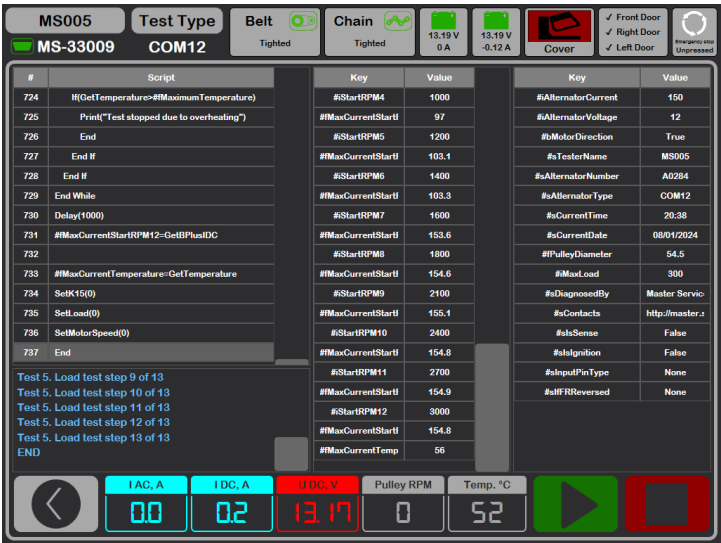

Рисунок 27. Меню режиму автоматичного тесту
6. Для початку тесту у вікні, що відкрилося (див. рис. 27), натисніть кнопку . Далі стенд сам проведе всі перевірки згідно з обраним скриптом. У разі потреби процес тесту можна перервати кнопкою .